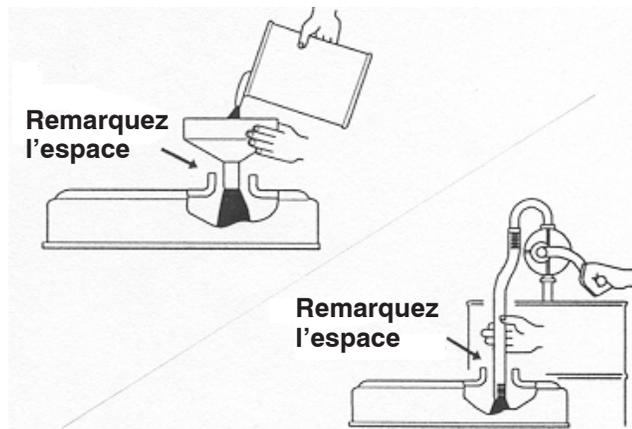

Figure 15
**Important** Lorsque vous faites l'appoint ou le plein d'huile moteur, maintenez un espace entre le dispositif de remplissage et le trou de remplissage d'huile dans le couvre-culasse, comme illustré à la Figure 15. Cet espace est nécessaire pour assurer l'aération pendant le remplissage et empêcher l'huile de déborder dans le reniflard.